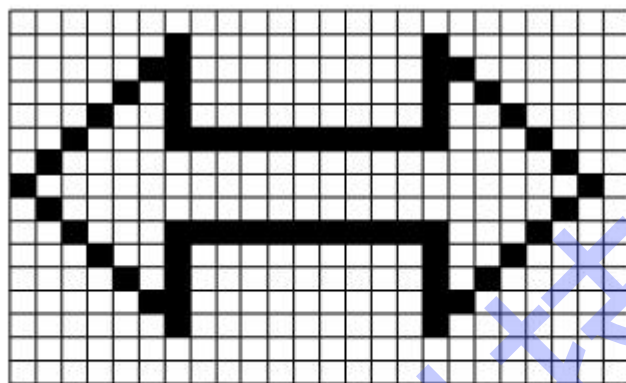

图 6-55：一个 24x16 大小的符号范例
RA8806 提供文字创造功能让使用者可以设计和创造出新的字型，特别的符号（Symbol）和标识（Pattern）且储存进它内建的CGRAM或DDRAM里。使用者自创字型定义为全型字（16x16）或半型字（8x16）的位对应格式，所以 24x16、40x16、16x32 或是更大的字型也可能依此格式被创造出。图 6-55 呈现一个 24x16 大小的使用者自创符号。
- ◆ 数据写进DDRAM里的第一个地址为 (2, 10h) 时，此符号的字型码为 0x8105、0x8106 和 0x8107。请参照下方程式例子 (4)。其结果显示于图 6-55。